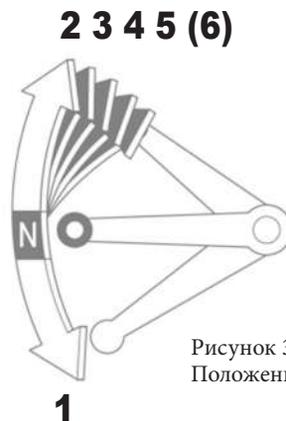

Рисунок 3.4.
3. Включите нейтральную передачу в положение N (рис. 3.4).
1. Включите нейтральную передачу в положение N (рис. 3.4).
Мотоцикл имеет пять или шесть передач (рис.3.4), в зависимости от модели двигателя. Рычаг переключения передач 5 (фото 2.1) находится на левой стороне двигателя. Первая передача включается вниз, остальные вверх. Нейтральная передача находится между первой и второй передачами (рис. 3.4). Пожалуйста, проверьте этикетку на двигателе для определения правильного порядка переключения передач.
3. Нажмите на рычаг переключения передач вниз (рис. 3.4) в положение первой передачи.
6. Набрав скорость, ручкой акселератора 5 закройте дроссельную заслонку, выжмите рычаг сцепления 7 и переместите рычаг переключения передач вверх (рис. 3.4) в положение второй передачи.
9. Для переключения на пониженную передачу необходимо ручкой акселератора 5 закрыть дроссельную заслонку, выжать рычаг сцепления 7 и затем нажать на рычаг переключения передач (рис. 3.4). После включения передачи, постепенно отпускайте рычаг сцепления 7 (фото 2.3) и ручкой акселератора 5 открывайте дроссельную заслонку.